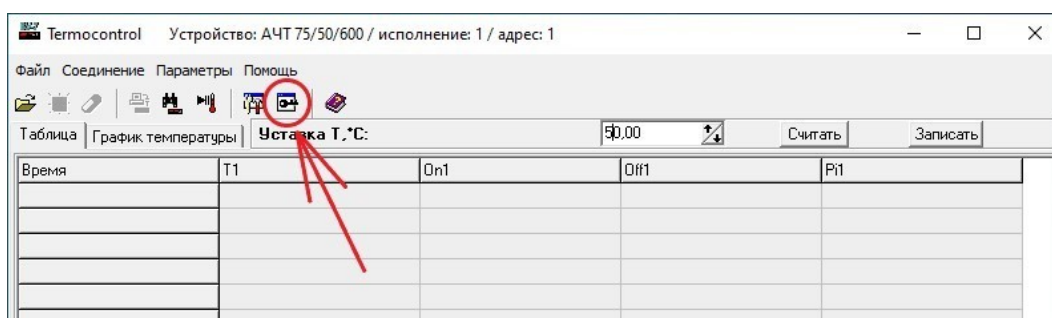
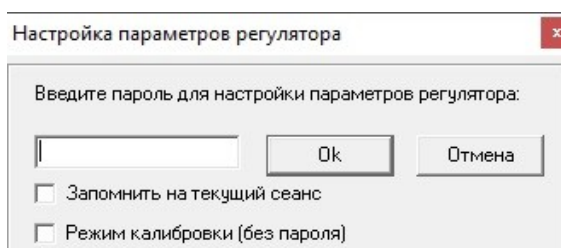

Рисунок 9 – Вход в режим настройки излучателя
Рисунок 10 – Окно выбора типа настройки
3.3.2 Для входа в режим настройки необходимо нажать кнопку "Открыть окно настроек устройства" (рисунок 9), при этом появится окно для выбора типа настройки (рисунок 10).